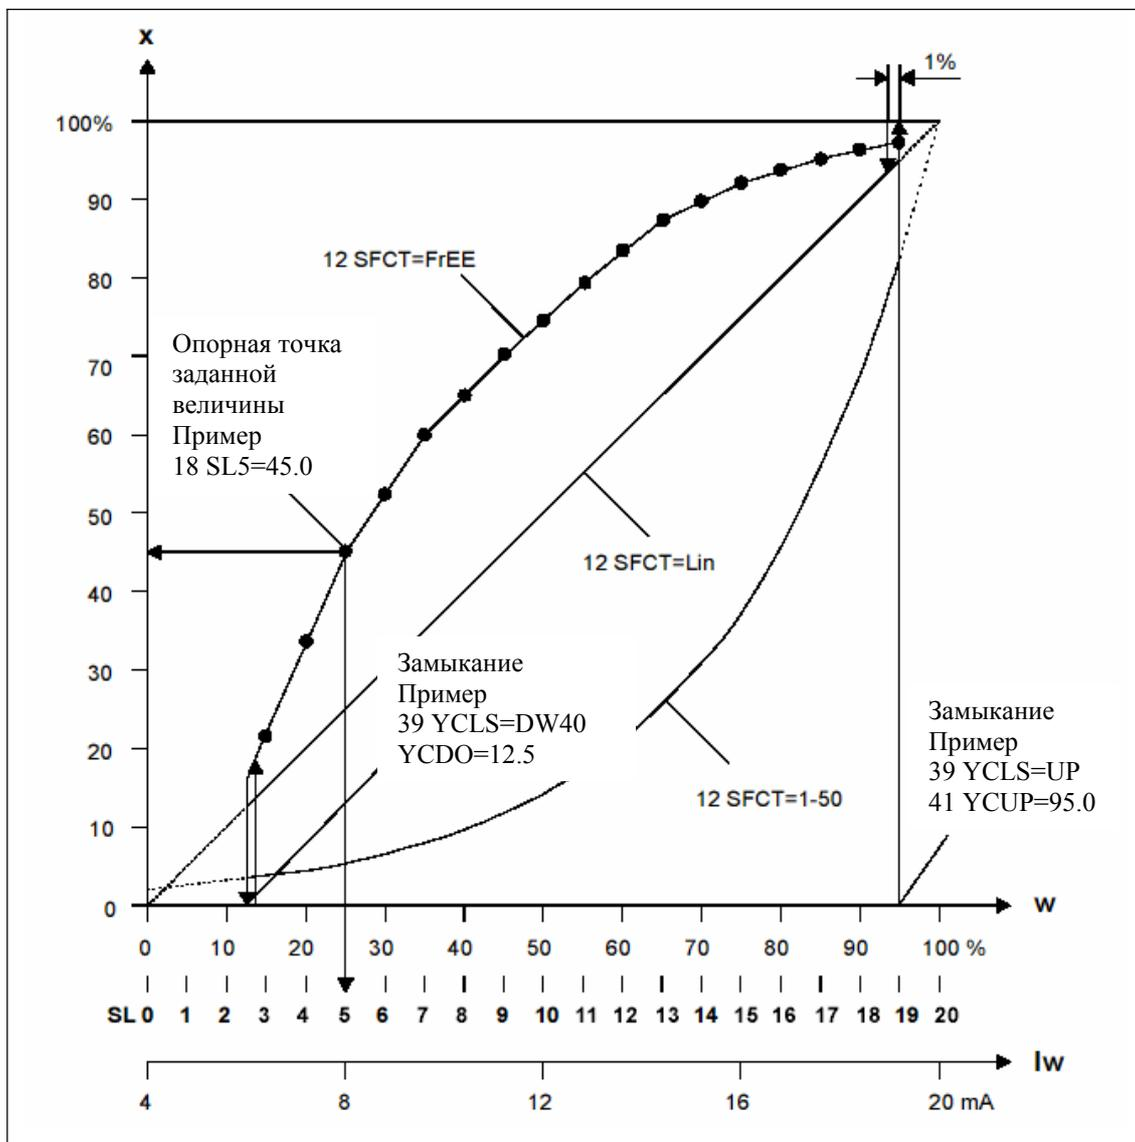

Рис. 4-8 Характеристики заданной величины, нормирование управляющих воздействий и функция замыкания
Функция заданной величины (см. рис. 4-8, стр. 83)
- 13.SL0 до 33.SL20** Опорные точки заданной величины (см. рис. 4-8, стр. 83)
- 35.YA** Начало ограничения управляющих воздействий (см. рис. 4-8 и 4-9)
- 36.YE** конец ограничения управляющих воздействий (см. рис. 4-8 и 4-9)
- 37.YNRM** Нормирование управляющих воздействий (см. рис. 4-8 и 4-9)
Замыкание управляющих воздействий (см. рис. 4-8, стр. 83)